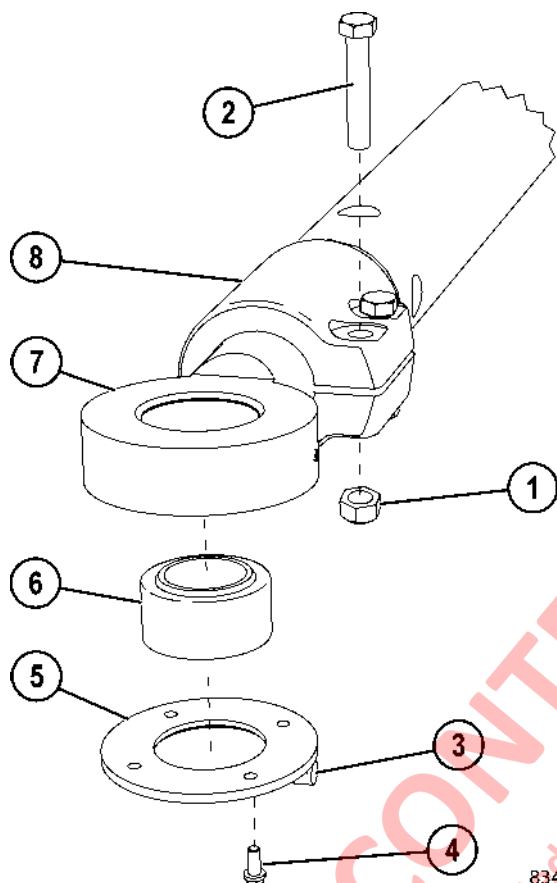
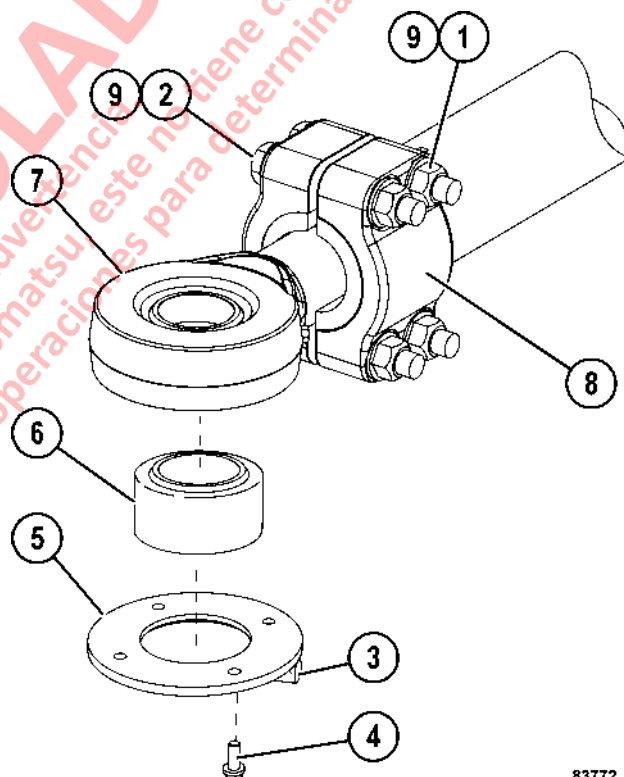

FIGURA 3-13.CONJUNTO ENLACE DE VÁSTAGO (ESTILO ANTIGUO)
FIGURA 3-14.CONJUNTO ENLACE DE VÁSTAGO (NUEVO ESTILO)
1. Retire los pernos (4, figura 3-13 o figura 3 - 14) y retenedor (5).
2. Empuje o presione el rodamiento (6) desde el extremo del vástago (7).
3. Quite las tuercas (1) y pernos (2). Las abrazaderas de enlace de rodamiento de nuevo estilo también tienen dos arandelas planas (9, figura 3-14) en cada tornillo de cabeza plana.
4. Gire el extremo del vástago (7) para sacarlo del tubo de enlace de vástago.
1. Instale el cojinete (6, figura 3-13 o figura 3-14) en el extremo del vástago (7).
2. Instale el retenedor (5) con pernos (4) y apriete a torsión estándar. Asegúrese de Rodamientos anti-rotación (3) en el retenedor perpendicular al eje del extremo de el vástago. Esto evitará que el extremo del vástago girando de lado a lado una vez que está instalado en el camión.
3. Cubrir la rosca en el extremo del vástago (7) con una grasa de chasis de litio (multiusos, EP, NLGI #2).
4. Instale los extremos del vástago (7) en el tubo de enlace de vástago.
5. Lubrique las roscas y asientos de pernos (1) con una grasa de chasis de litio (multi-purpose, EP, NLGI #2). Instale los pernos (2) y tuercas (1). Las abrazaderas de enlace de vástago de nuevo estilo también tienen dos arandelas planas (9, figura 3-14) en cada perno. No es necesario un torque final hasta que el armado del enlace de vástago esté instalada en el camión y se realiza el ajuste de convergencia.